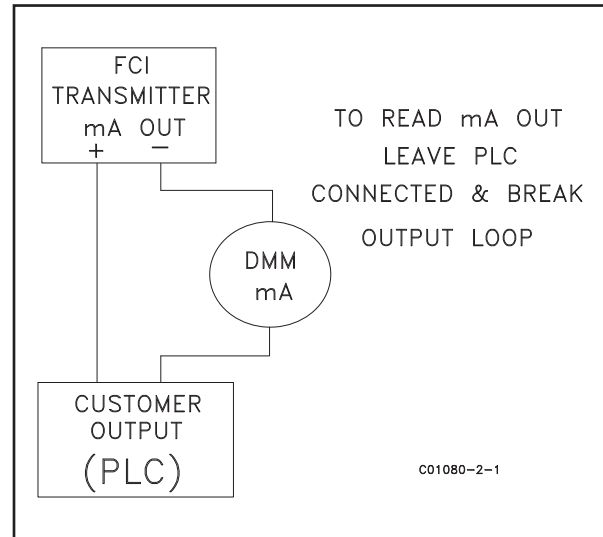

Figura 21
- B. Para leer la corriente de 4-20 mA, desconecte el bucle de salida y conecte el DMM en serie (Figura 21). Configure el DMM para medir miliamperios.